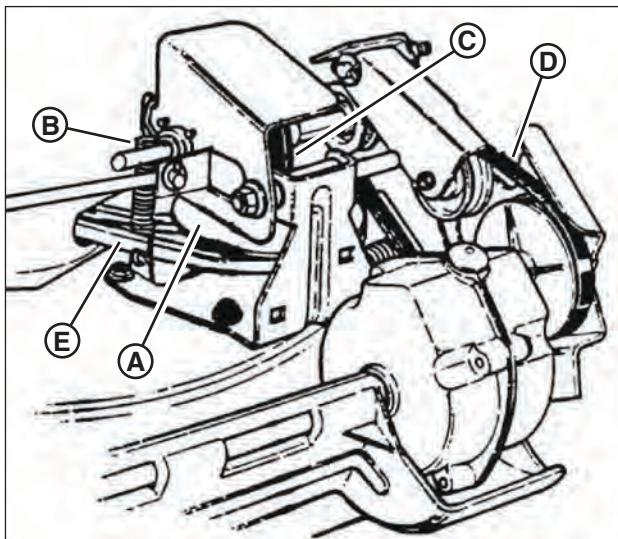

Figura 24: Componentes de la transmisión de las ruedas
1. Hay grasa en el disco de transmisión (**A**, Figura 24) que produce deslizamiento.